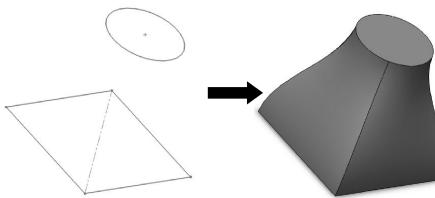

图 3-76 创建面圆角
- 面圆角：选取两个相接面来创建面圆角，如图 3-76 所示。